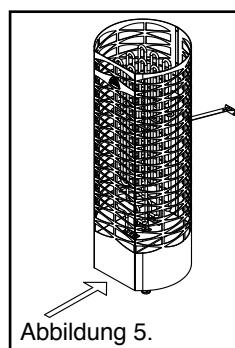

Abbildung 5.
- Der Steuerspannungsschalter des Saunaofens befindet sich an der Vorderseite unteren. (Siehe Abb. 5)